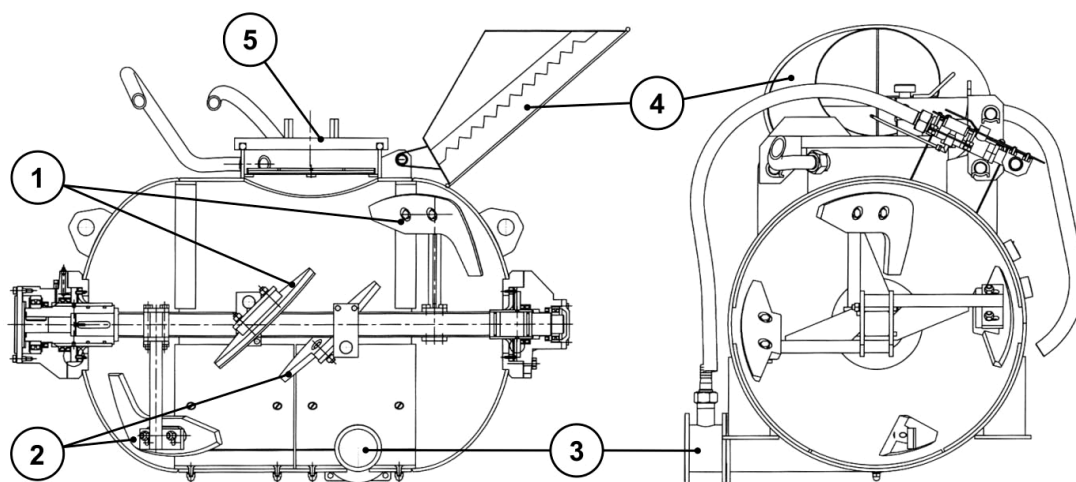

Рисунок 5 - Резервуар с перемешивающим устройством
7.4 Напорный резервуар с перемешивающим устройством (рисунок 5) конструктивно представляет собой сосуд цилиндрической формы с эллиптическими днищами. Внутри резервуара смонтировано перемешивающее устройство, состоящее из вала и лопастей, кинематически связанных с гидромотором. Управление вращением смесителя осуществляется гидрораспределителем. Вращение осуществляется в двух направлениях.